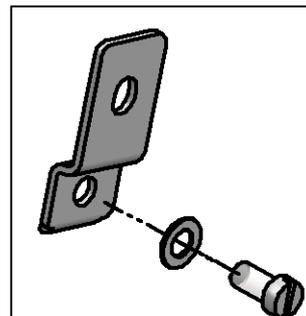

Fig. 5-2 Kit de fixation murale
- Suspendre l'appareil d'étourdissement électrique à l'aide de notre kit de fixation murale* (Fig. 5-2) à une hauteur minimale de 1,6 m. Utilisez pour la suspension les 4 trous de fixation disposés au dos du l'appareil d'étourdissement électrique.